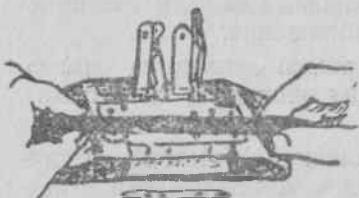

Рис. 27. Снятие склеенного фильма с пресса
8.4.6. Держите склейку под прессом около одной минуты, затем откройте все прижимы и снимите с зубцов склеенный фильм, охватив его пальцами так как показано на рис. 27.